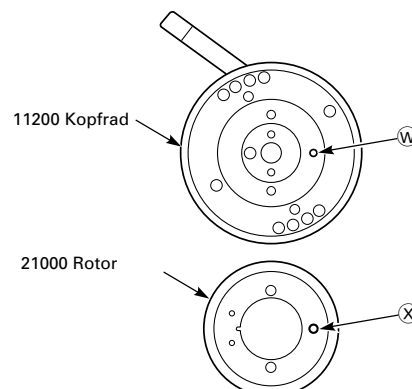

Fig. 8.39
Achtung: Nach dem Einbau des Rotors (21000) muss die Phase des Kopfrads eingestellt werden. Die Löcher (W) des Kopfrads und (X) des Rotors müssen gemäß Fig. 8.39 auf der gleichen Seite liegen. Die Schrauben (30000) für den Rotor und den Stator (22000) mit einem Drehmoment von 2.5 bis 3.5kg/cm befestigen.